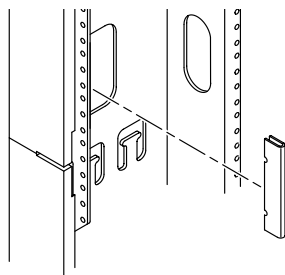

FIGURE 1-7 Installation des plaquettes de protection
2. Alignez l'encoche supérieure en forme de v de la plaquette de protection sur le numéro de perforation indiqué, puis appuyez fermement au centre de la plaquette jusqu'à ce qu'elle soit calée sur le bord de l'armoire (FIGURE 1-7).